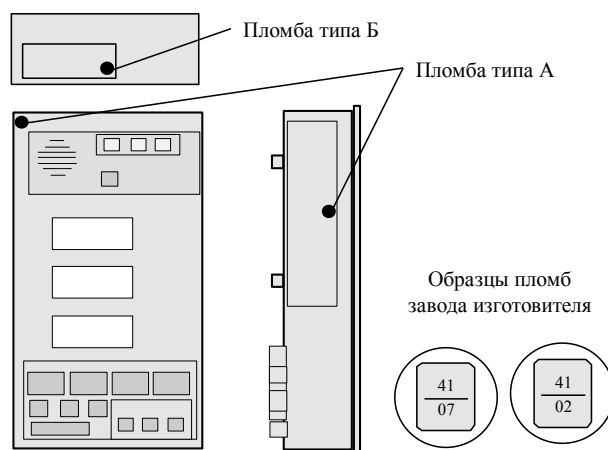

Рисунок 4 Расположение пломб на БОДе
1.4.4 Управление работой изделия [ввод режимов работы крана и (или) параметров координатной защиты, индикация режимов работы и (или) рабочих параметров крана] осуществляется с лицевой панели БОДа (см. рисунок 4).
В БОДе дополнительно пломбируется (см. рисунок 4) люк для доступа к элементам настройки (пломба типа Б), который пломбируется пломбой завода-изготовителя крана.